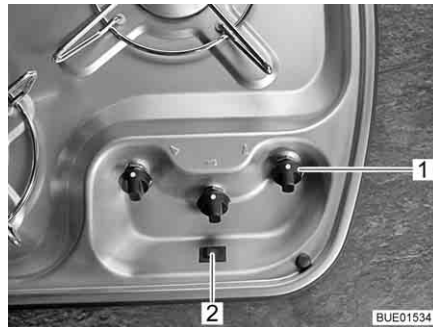
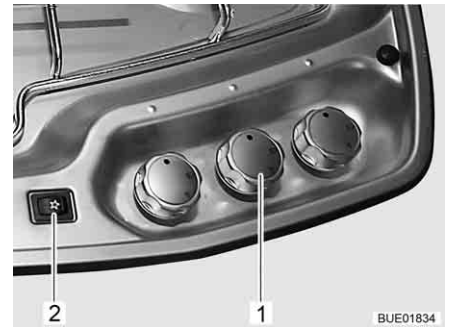

Bild 199 Reglage, knappar för gasspis (Viseo)
Bild 200 Reglage, knappar för gasspis (Elegance)
- Vrid vridregulatorn (Bild 199,1 resp. Bild 200,1) till önskad låga till tändningsläge (stor låga).
- Tryck på tändknappen (Bild 199,2 resp. Bild 200,2). Nu bildas tändgnistor vid brännaren.